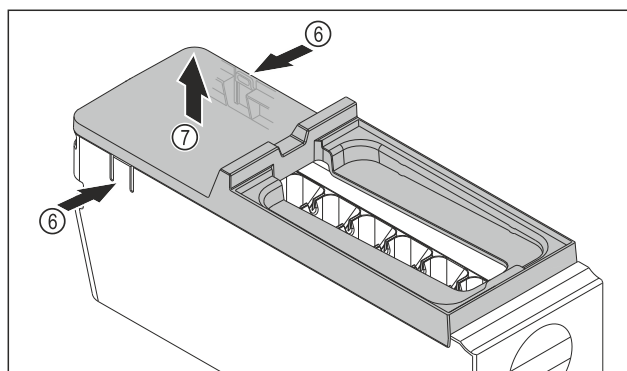

Fig. 184
- ▶ Wyjmowanie osłony korpusu EasyTwist-Ice: Docisnąć jedną ręką nakładki Fig. 184 (6) po obu stronach korpusu EasyTwist-Ice.
- ▶ Drugą ręką wyjąć osłonę Fig. 184 (7) ku górze.